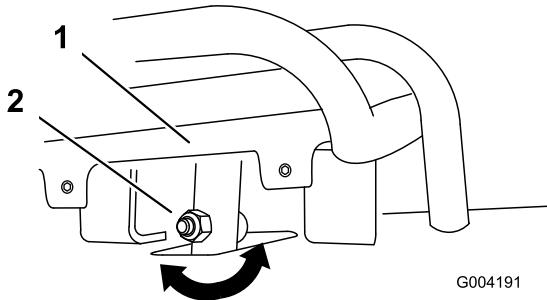
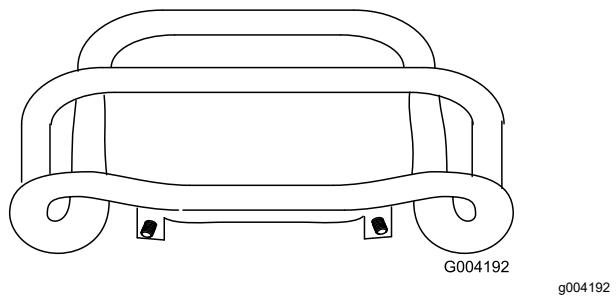

Figura 55
Figura 56
4. Si la parte delantera del control de tracción no queda enrasada con y paralela a la barra de referencia, afloje la tuerca y el perno del tubo del control de tracción (Figura 55).
5. Ajuste el control de tracción hasta que quede enrasado con la barra de referencia al tirar del mismo hacia atrás del todo (Figura 55 y Figura 56).
- Afloje la tuerca con arandela prensada y el perno del tubo del control de tracción (Figura 55).
- Ajuste el control de tracción hasta que quede enrasado con la barra de referencia al tirar del mismo hacia atrás del todo (Figura 55 y Figura 56).